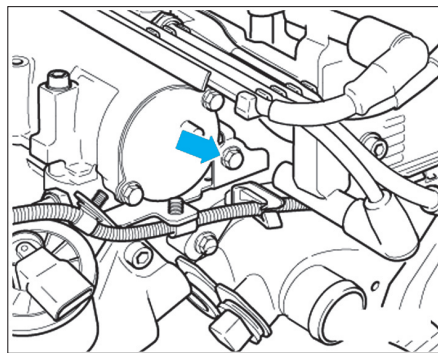

Fig. 27
- Déposer le support de faisceau (Fig.27).